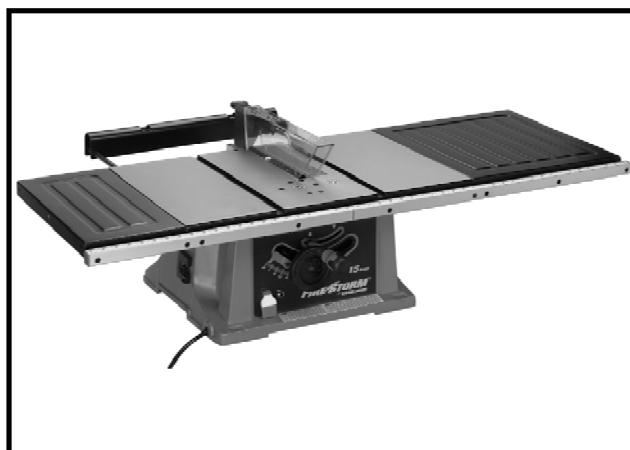

Fig. 20
3. La fig. 20 illustre les barres de guidage correctement assemblées à la table de la scie et aux rallonges.